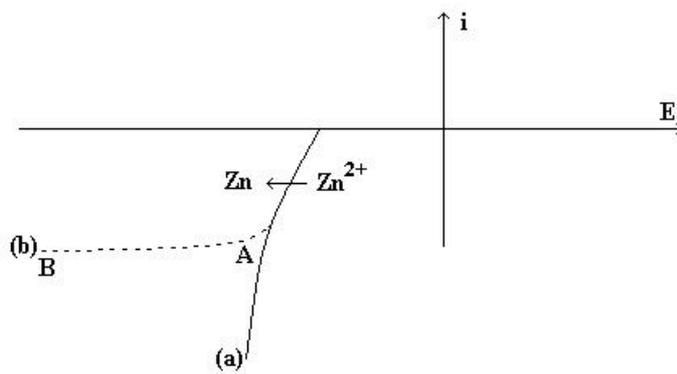

Figure 4 : courbes intensité-potentiel du zinc
- 12- Selon la concentration en zinc, la courbe intensité-potentiel relative au couple Zn^{2+}/Zn peut avoir des allures différentes (figure 4). Comment s'appelle le segment AB ? Expliquer sa présence (vous pourrez vous aider d'un schéma).